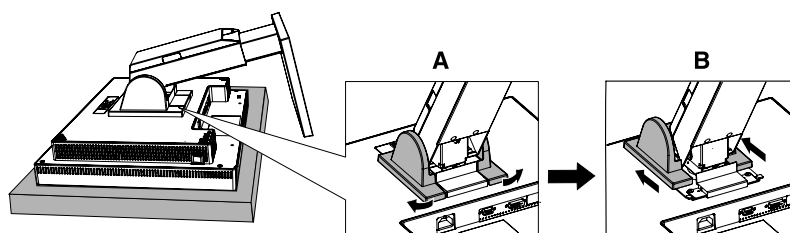

Figura S.3
3. Retire las dos piezas de plástico. Para ello, sepárelas ligeramente del soporte (A) y, a continuación, empújelas hacia la parte superior (B) (**Figura S.3**).